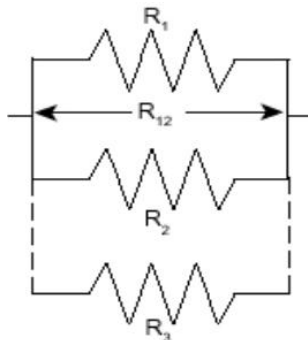

Figura 6. Circuito resistencias en paralelo.
5. Conecte las tres resistencias en paralelo como se muestra en la **Figura 6**. Mida los valores R_{12} , R_{23} y R_{123} conectando las puntas del multímetro en los extremos de las flechas indicadas en el diagrama de la **Figura 6**. Registre estos valores en la **Tabla 2**. Importante: para la medición de R_{12} , solo deben estar conectadas las resistencias R_1 y R_2 ; para la medición de R_{23} solo deben estar conectadas las resistencias R_2 y R_3 .